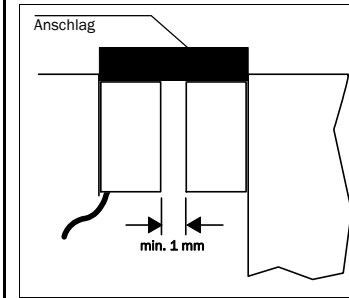

Abb. 5: Montagebeispiel von Sicherheitsschalter und Betätiger
- Sicherheitsschalter und Betätiger so montieren, dass sie sich nicht gegenseitig berühren: minimaler Abstand der Stirnflächen bei geschlossener Schutzrichtung 1 mm (Abb. 5).
- Zusätzlichen Anschlag für beweglichen Teil der Schutzrichtung anbringen (Abb. 5).